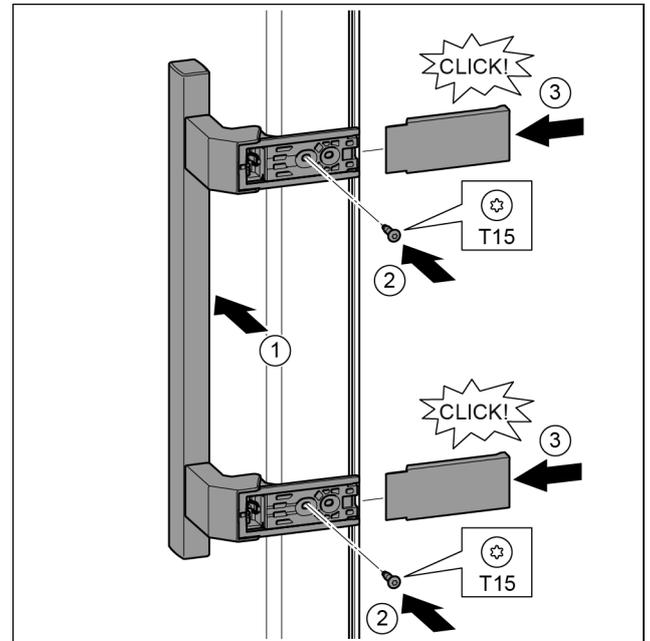

Fig. 34
- ▶ Griff auf der Gegenseite ansetzen. *Fig. 34 (1)*
- ▶ Die Schraublöcher müssen genau übereinander liegen. *Fig. 34 (2)*
- ▶ Schrauben mit Schraubendreher T15 festschrauben. *Fig. 34 (2)*
- ▶ Abdeckungen seitlich ansetzen und aufschieben. *Fig. 34 (3)*